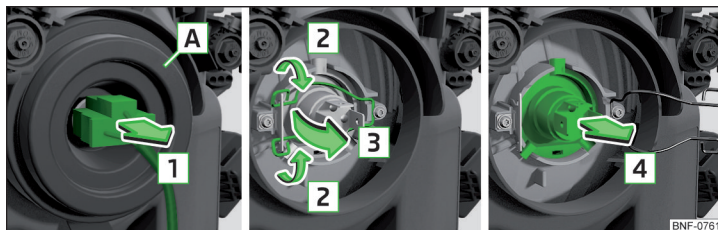

Fig. 174 Sustituir la bombilla para luz de cruce y de carretera
- » Extraer el conector de la bombilla en el sentido de la flecha **1** » fig. 174.
- » Presione el estribo de seguridad en el sentido del faro y, a continuación, desengánchelo en el sentido de la flecha **2** » fig. 174.